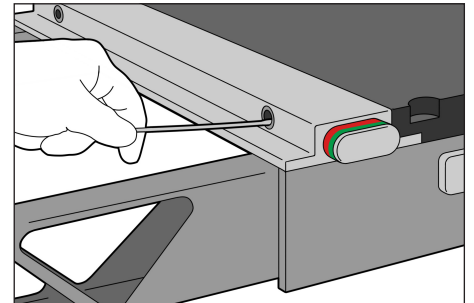

Abb. 3
3. Verwenden Sie trockene Wattestäbchen zur Reinigung der Innenseite der Aufnahmebohrungen. (Abb. 3).
5. Verwenden Sie trockene Wattestäbchen zum Auswischen loser Staub- und Schmutzpartikel. (Abb. 3).